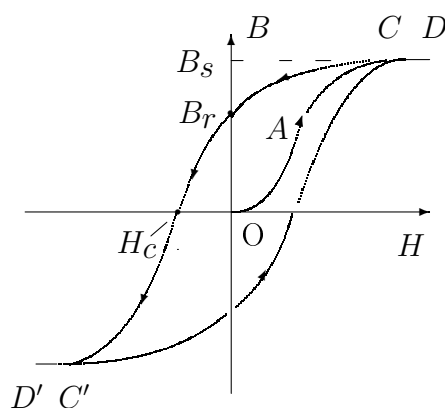

Рис. 1. Петля гистерезиса ферромагнетика
Магнитная индукция B и напряжённость магнитного поля H в ферромагнитном материале неоднозначно связаны между собой: индукция зависит не только от напряжённости, но и от предыстории образца. Связь между индукцией и напряжённостью поля типичного ферромагнетика иллюстрирует рис. 1.
2. С помощью автотрансформатора (или потенциометра) подберите ток питания в намагничивающей обмотке так, чтобы на экране наблюдалась *предельная* петля гистерезиса. При этом с увеличением тока в намагничивающей обмотке на вершинах петли появляются почти горизонтальные «усы» (участки CD и $C'D'$ на рис. 1), а площадь петли остаётся практически неизменной. Уменьшите ток до исчезновения «усов».
6. Снимите на ту же кальку начальную кривую намагничивания: плавно уменьшая ток намагничивания от насыщения до нуля, отмечайте на кальке вершины (8–10 точек) наблюдаемых частных петель (точки А на рис. 1). Кривая, соединяющая эти вершины, проходит вблизи начальной кривой намагничивания.